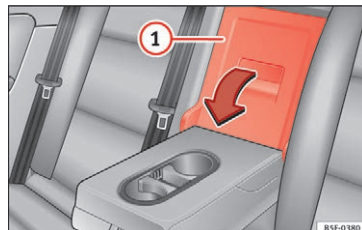

Fig. 152 Ved bagsæderyglænet: åbning af skiklap
- Træk grebet i pilens retning, og klap skiklappens afdækning » Fig. 152 ① helt fremad.